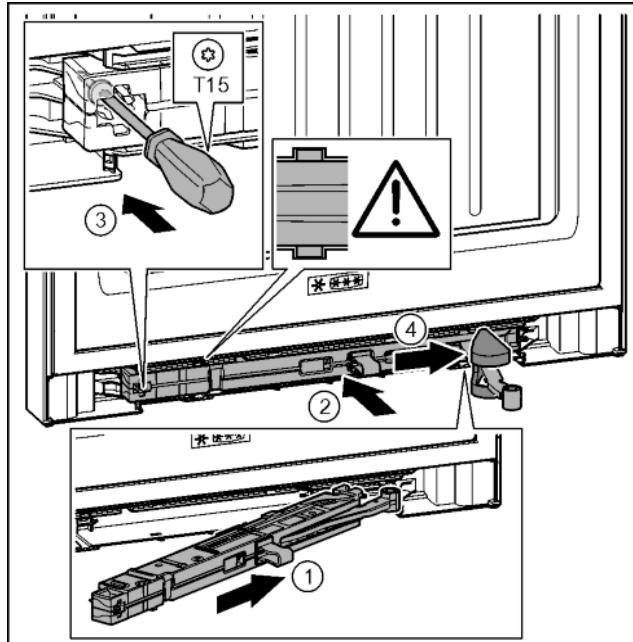

Fig. 42
- Вставить узел амортизатора со стороны опорного кронштейна в выемку до упора под наклоном. *Fig. 42 (1)*
- Полностью вставить узел амортизатора в выемку. *Fig. 42 (2)*
- Затянуть винт отверткой T15. *Fig. 42 (3)*
- Переместить крышку над шарниром. *Fig. 42 (4)*